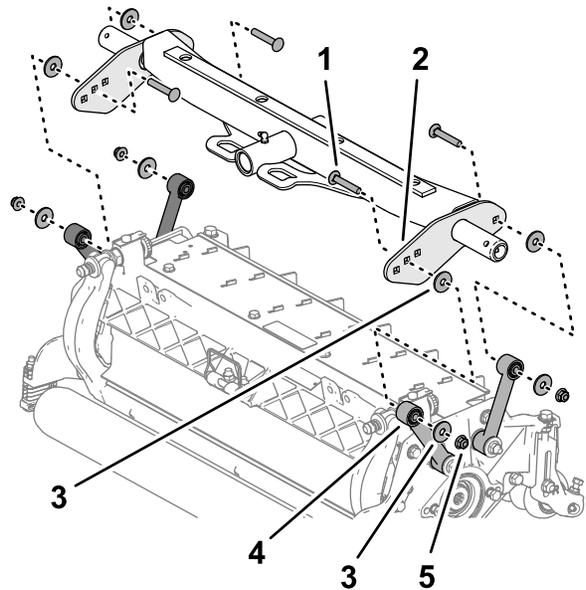

Рисунок 18
2. Установите шайбу между несущей пластиной и тягой (**Рисунок 18**) и соедините пластины